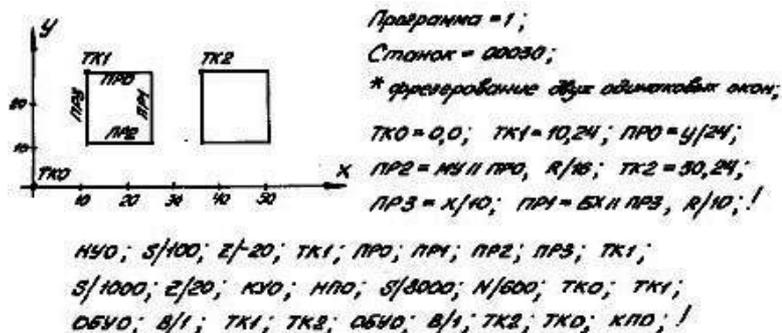

Рисунок 99
1. Перед оператором ОБУ движение по прямой или окружности должно быть ограничено одним из операторов: ДО ТК, ДО ПР, ДО КР. Эти операторы определяют точку на контуре, которая должна совпадать с начальной точкой участка (см.рис. 99).
3. Геометрические элементы участка не обязательно описывать в системе координат детали, их можно описать в другой системе координат, исходя из удобства описания участка. САПР – ЧПУ автоматически устанавливает связь между системой координат участка и общей системой координат детали (см.рис. 100). Поэтому точка перед оператором ОБУ и точка после фразы НУ задаются в разделе данных как разные, хотя в действительности это одна точка на плоскости (см.рис. 99, второй оператор ОБУ и рис. 100).